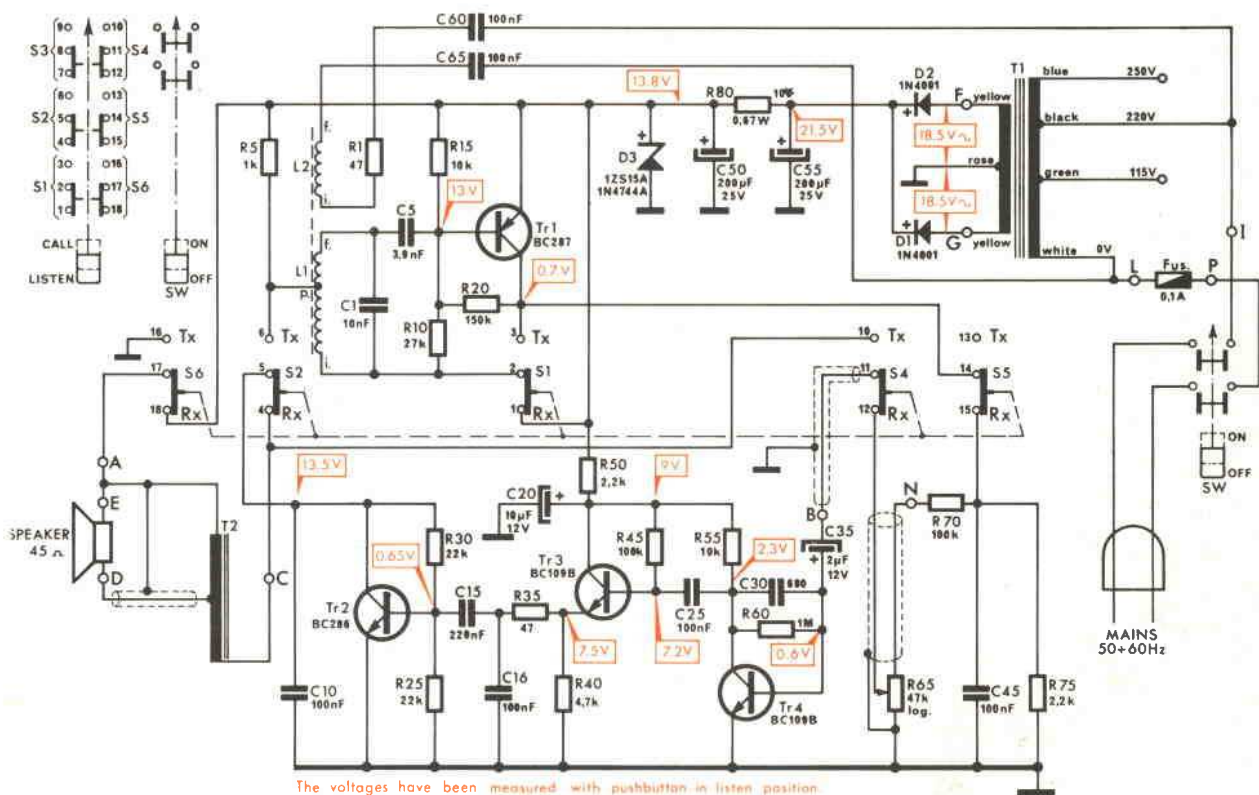

Fig. 1 - Schema elettrico dell'interfonico ad onde convogliate.
Quando il pulsante nero viene rilasciato, il commutatore si dispone come indicato nello schema di fig. 1.
(27) i due contatti 4 e 10 del commutatore di cui sopra.
□ A seconda della tensione di rete che si ha a disposizione collegare il filo verde o nero o blu del trasformatore di alimentazione (vedi schema di fig. 1) alla piazzola corrispondente al foro I del circuito stampato (collegamento 30).